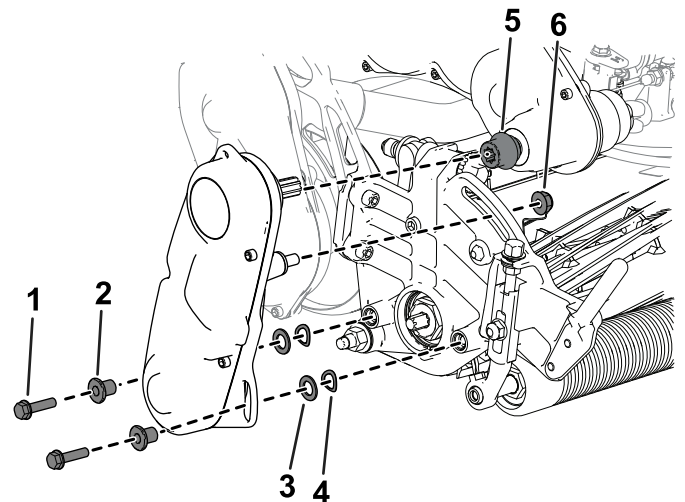

Figure 5
6. Montez le coupleur sur l'arbre de transmission (Figure 5).
7. Utilisez les fixations retirées précédemment pour monter l'entraînement du cylindre sur l'unité de coupe (Figure 5).
8. Vérifiez que le coupleur (Figure 5) peut facilement se déplacer sur l'arbre de transmission.